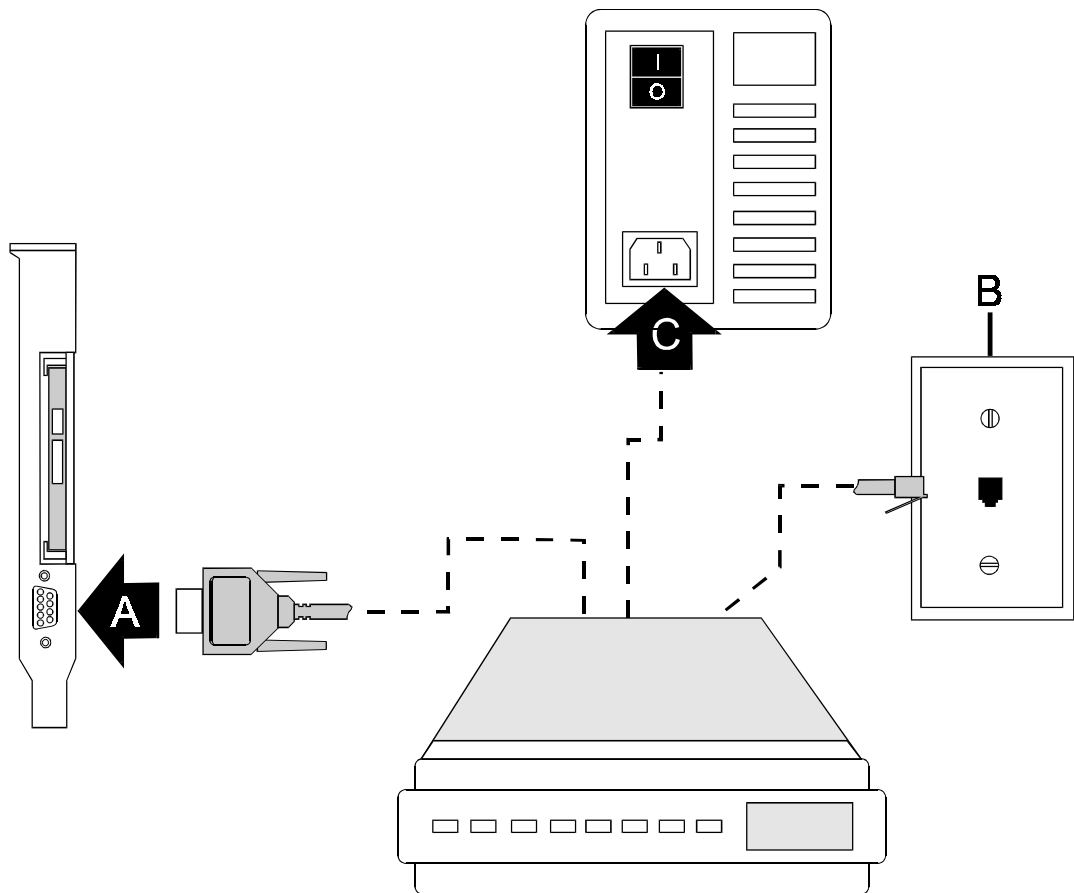

図 1-5. 外付けモデムの一般的な実装例
1. 外付けモデムに添付されているRS-232ケーブルのメスのコネクタを、モジュールのシリアルポート（図 1-5, A）に差し込んでください。
3. 電話コードの一方の端を、モデムのライン入力ジャックに挿入してください。もう一方の端は、電話回線（図 1-5, B）に接続してください。
4. モデムのAC電源コードを無停電電源装置（図 1-5, C）に差し込んでください。